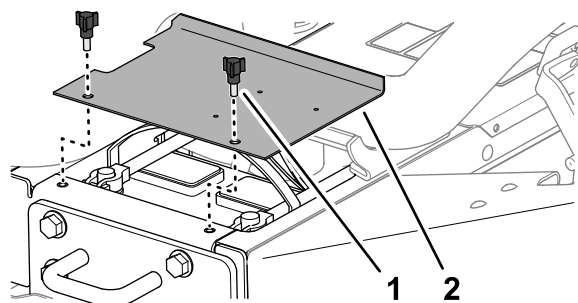

Рисунок 52
1. Отпустите защелки на левой и правой сторонах капота (Рисунок 52).